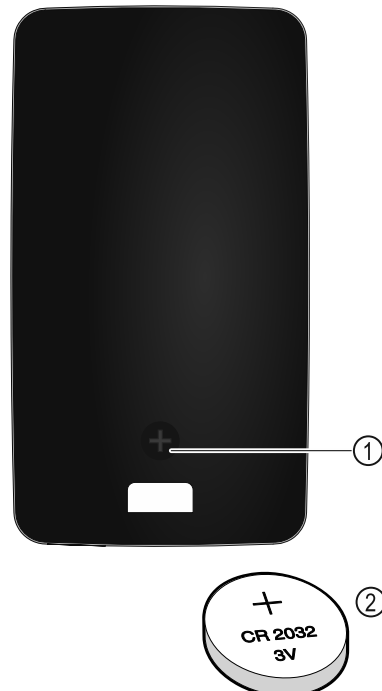

Fig. 223
valla tyyppin CR 2032 paristolla (3 V:n jännite) Fig. 223 (2).
- Irrota ruuvi Fig. 223 (1) kaukosäätimen takasivulta.